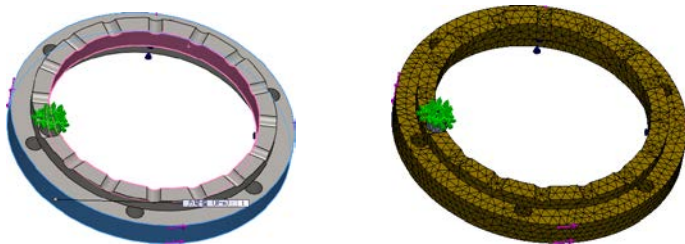

图 10-55 划分网格操作
STEP 8 右键单击算例树中的“网格”项，在弹出的快捷菜单中选择“生成网格”菜单选项，使用默认值划分网格，如图 10-55 所示。